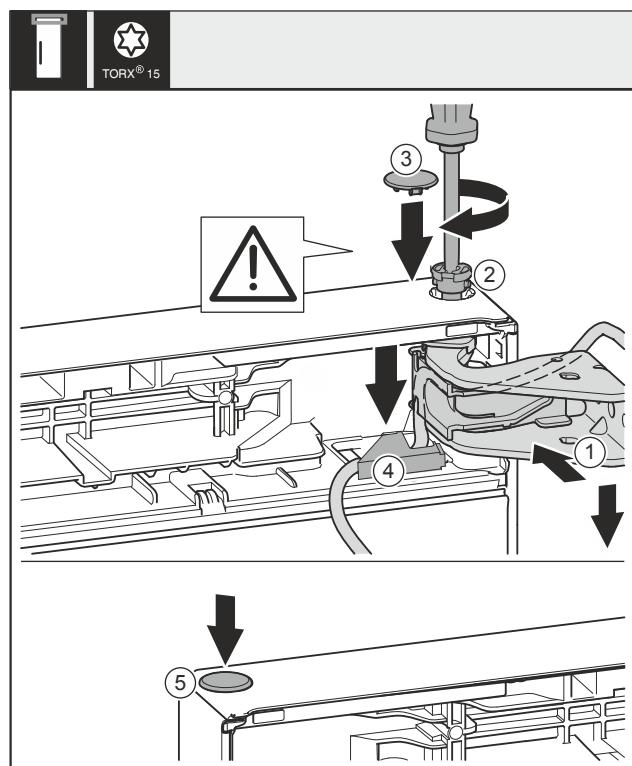

Fig. 45
- ▶ 将门的上方对准托架 Fig. 45 (1)中的开口。
- ▶ 放入螺栓 Fig. 45 (2)并用螺丝刀拧紧。
- ▶ 安装冰箱门安全装置的安全盖：放入安全盖 Fig. 45 (3)并检查其是否在门上。此外将螺栓完全插入。
- ▶ 将盖板 Fig. 45 (4)安装并朝下按压，直到其卡入到位。
- ▶ 放上堵头 Fig. 45 (5)。